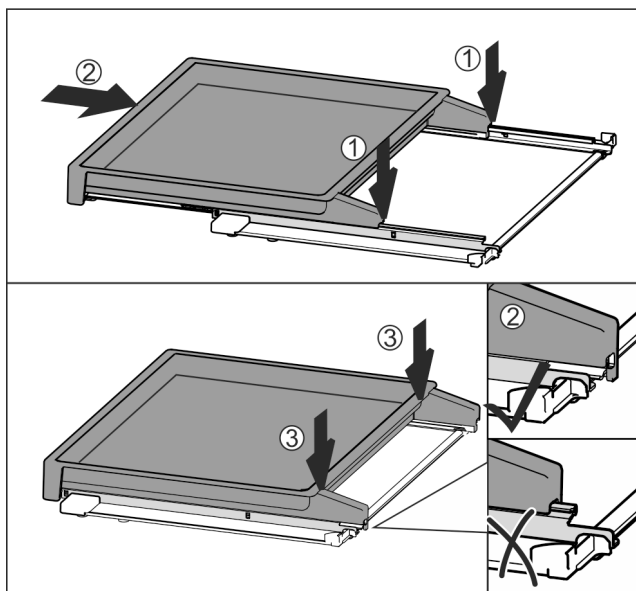

Fig. 115
- ▶ Anbring den midt på skinnerne Fig. 115 (1).
- ▶ Skub udtrækshylden helt ind Fig. 115 (2).
- ▶ Tryk bagtil, indtil det kan høres, at den går i indgreb Fig. 115 (3).